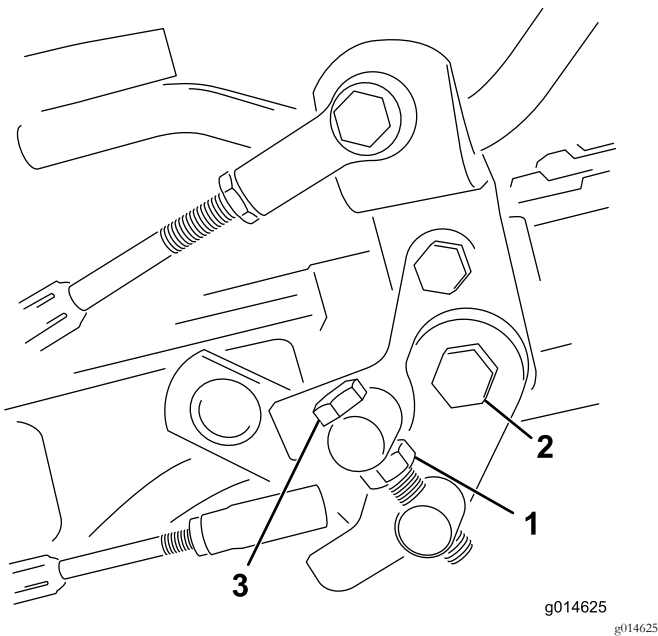

图34
1. 松开枢轴螺栓上的锁紧螺母图34。
- 4. 上紧枢轴螺栓上的锁紧螺母和踏板枢轴上的螺母锁定调整 图34。检查调整情况并按需要调整。